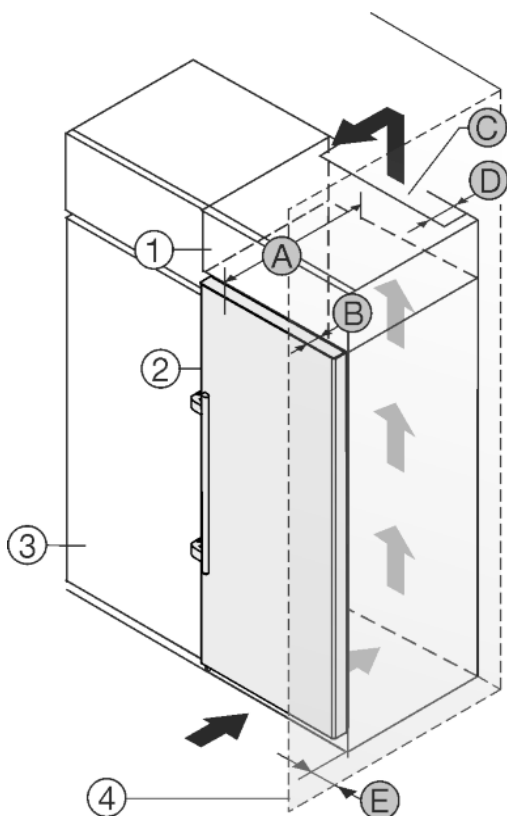

Fig. 24
Устройство может быть окружено кухонными шкафами. Чтобы уравнять устройство *Fig. 24 (2)* по высоте с кухонной стенкой, можно установить над устройством дополнительный шкафчик *Fig. 24 (1)*.
Установить устройство можно непосредственно рядом с кухонным шкафом *Fig. 24 (3)*. Чтобы можно было полностью открыть двери, устройство должно выступать на глубину *Fig. 24 (B)* относительно передней стенки кухонного шкафа. В зависимости от глубины кухонных шкафов и использования пристенных распорок устройство может выступать и больше.
- На задней стенке дополнительного шкафчика должен быть вентиляционный канал с глубиной *Fig. 24 (D)* по всей ширине этого шкафа.
- Нужно соблюдать вентиляционное отверстие *Fig. 24 (C)* под нижней панелью.
Если устройство установлено на шарнирах у стены *Fig. 24 (4)*, то нужно соблюдать расстояние *Fig. 24 (E)* между устройством и стеной. Настолько выступает ручка при открытой двери.